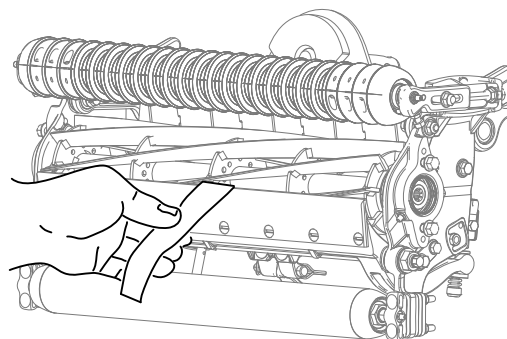

Figure 16
2. Contrôlez la performance de coupe en insérant une longue bande de papier de performance de coupe (réf. Toro 125-5610) entre le cylindre et la contre-lame, perpendiculairement à la contre-lame (Figure 16). Faites tourner lentement le cylindre en avant ; il devrait couper le papier.